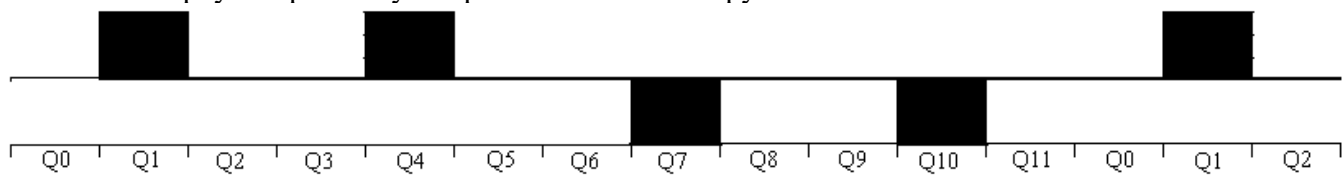

Рис.2
**Задание 3-8а** Дано:  $E_S=300$  В;  $R_H=20$  Ом;  $L_\phi=0,01$  Гн;  $f=40$  Гц. Для схемы рис.1 при временной диаграмме фазного напряжения рис.2: